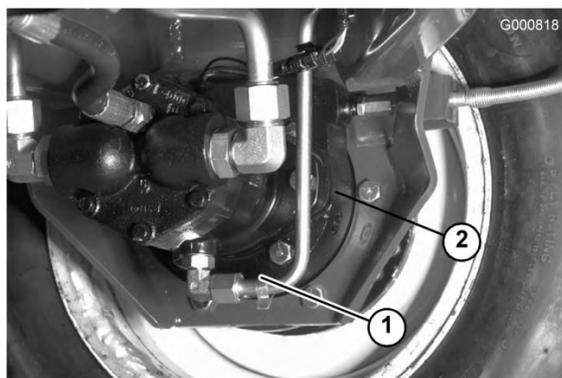

Figure 67
2. Retirez le bouchon du train planétaire (Figure 66) et le bouchon de contrôle à l'arrière du frein (Figure 67).